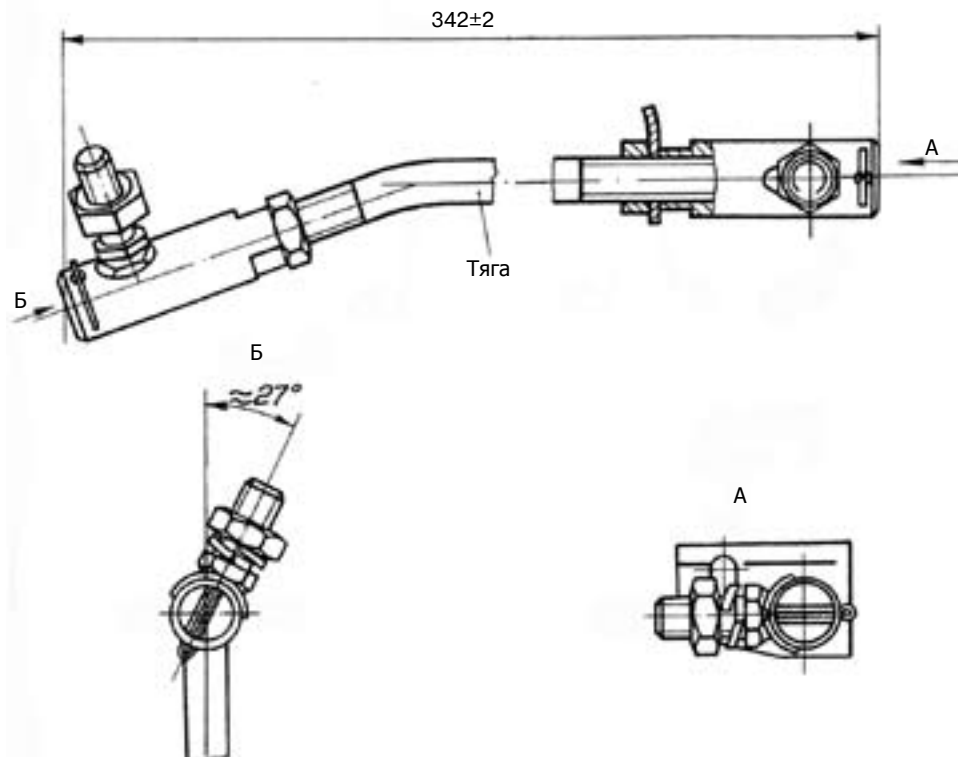
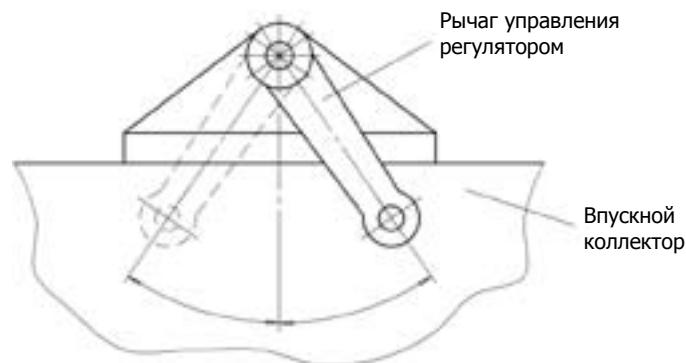

Рис. 11.
Рис. 12
Собрать тягу привода в соответствии с рис.11.
4.5. Регулировкой длины тяги управления регулятором (рис.11) обеспечить симметричное качение наружного рычага управления регулятором $\alpha_1 = \alpha$, как показано на рис. 12.